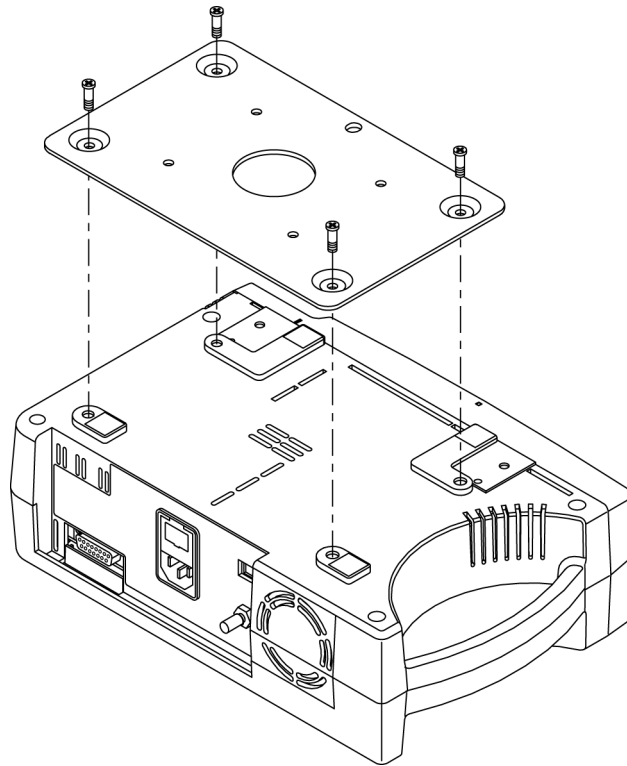

图 7: GCX 安装板
- GCX 安装板。请参阅图 7 第 120 页。
如图 7 所示，将安装板与 N-600x 的底部相接。有关将安装板连接到 GCX 托架上的进一步说明，请参阅 GCX 安装板附带的图解使用说明。